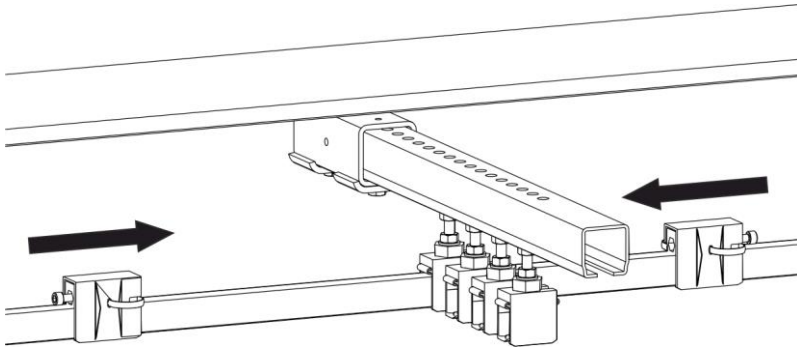

Fig. 92 : Pousser les bornes fixes 0812 sur le support de rail
- Pousser les bornes fixes jusqu'au support de rail (voir Fig. 92).